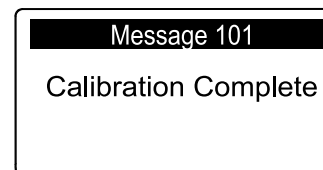

Рисунок 70
**Примечание:** На дисплее появляется сообщение CALIBRATION COMPLETE (КАЛИБРОВКА ЗАВЕРШЕНА) (Рисунок 70), и вал аэратора полностью поднимется.